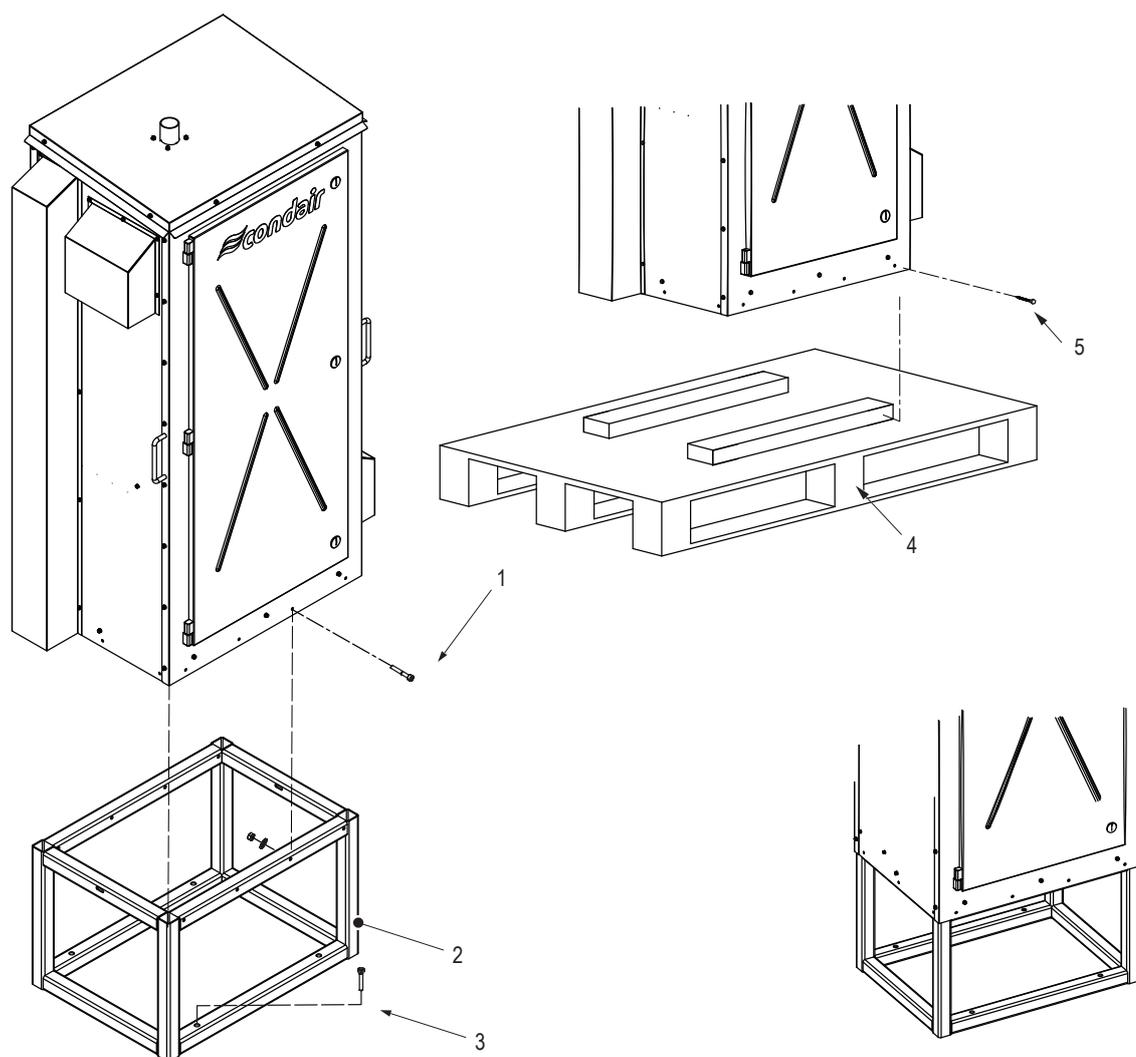

Fig. 11: Installazione su un rack di montaggio
3. Installare il rack di montaggio e fissarlo al pavimento o al tetto utilizzando bulloni di ancoraggio adeguati (non in dotazione). Vedere Fig. 11.